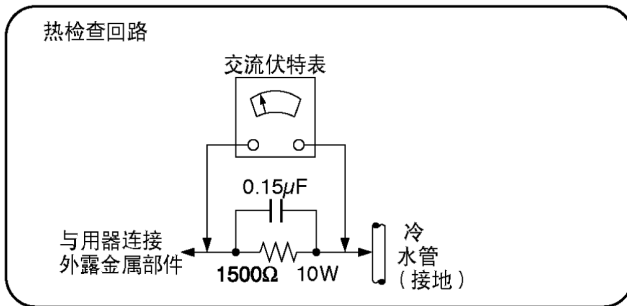

图 1
2.1.2. 漏电热检查（请见图 1）
2. 如图 1 所示，在机身的外露金属部件与地线（如水管）之间并联一个 1.5 千欧，10 瓦电阻器与一个 $0.15\mu\text{F}$ 的电容器。